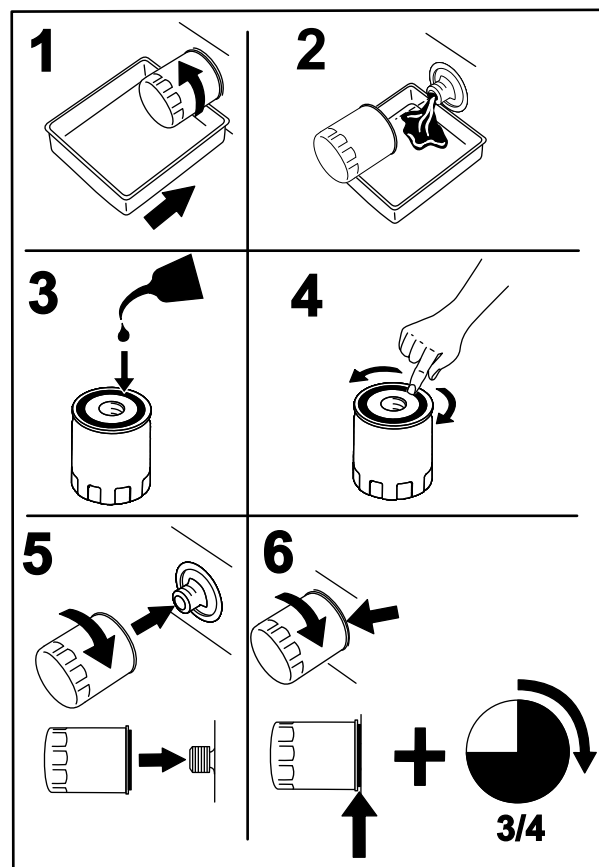

Figura 32
2. Cambie el filtro de aceite del motor (Figura 32).